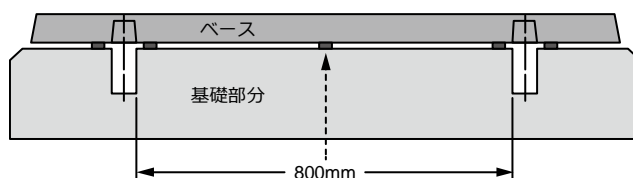

図 2.1-1
- (1) 据付け作業を行う前に、平ライナ及びテーパライナを準備して下さい。
- (2) ポンプ基礎が完全に固まったあと、基礎ボルト座の両側に平ライナを置き(図 2.1-1 のように基礎ボルト座の間が 800mm 以上離れる場合は中央にも設置)、ベースの位置決めを行ったうえで平ライナをモルタルで固定して下さい。この時、平ライナの平面は水準器を用いてそれぞれ水平にしておきます。平ライナの高低は、ベース据付け時にテーパライナで微調整します。